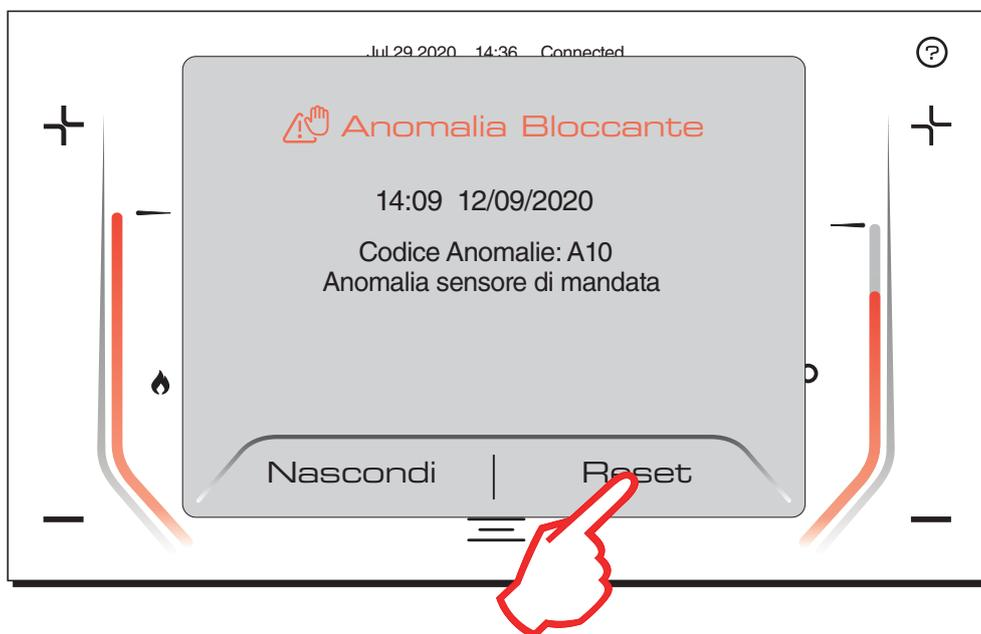

рис. 34
- 1 - Нажав на [СБРОС] при появлении экрана, подобного показанному на рис. 34.